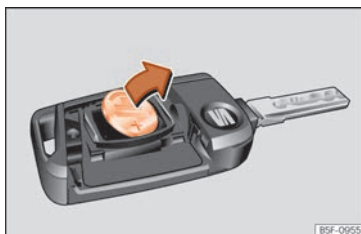

Fig. 142 Llave del vehículo: extracción de la pila.
- Extraiga la pila del compartimento con un objeto fino adecuado **» fig. 142.**
- Coloque la pila nueva tal como se muestra **» fig. 142** y presiónela en el compartimento para la pila en sentido contrario a la flecha **» ⓪.**